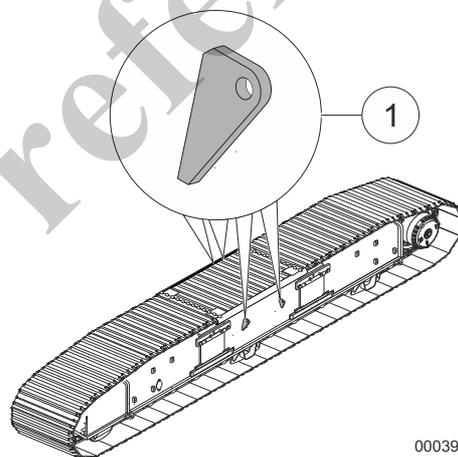

Fig. 138 Puntos de elevación en el portador de ruedas de oruga
- 6 Fije el aparejo de elevación que se incluye en el gancho de carga a los puntos de elevación (1, Fig. 138) de uno de los portadores de rueda de oruga.